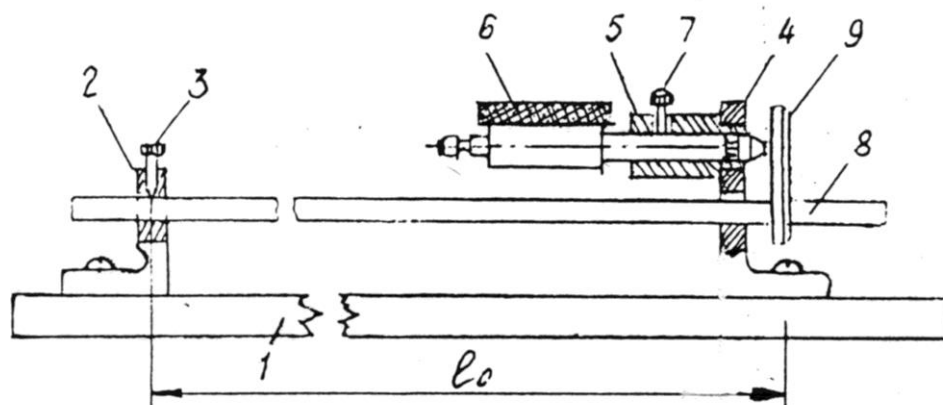

Рисунок 2 – Установка индикатора для измерения удлинения трубки
3.7 Индикатор 6 вставить в отверстие патрубка 5 и закрепить винтом 7 так, чтобы обеспечить натяжение механизма индикатора через его стержень, который должен упираться в левую сторону пластинки (рисунок 2).